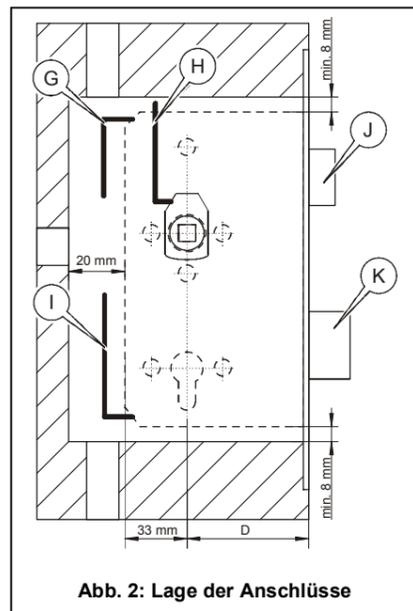

Abb. 2: Lage der Anschlüsse
- Es muss jederzeit sichergestellt sein, dass Falle (J) und Riegel (K) vollständig ausfahren können. (Abb.2)
Diese Anleitung beschreibt folgende Funktionen (Abb.2):